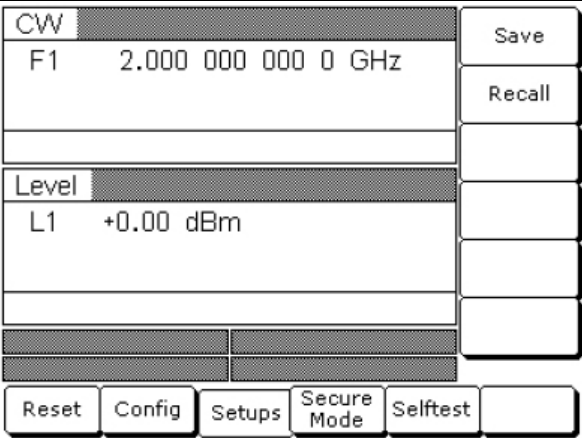

Рис. 3-78. Меню настроек (Setups)
- 2. Нажмите **Setups**. На экране отобразится меню настроек (Setups) (Рис. 3-78).